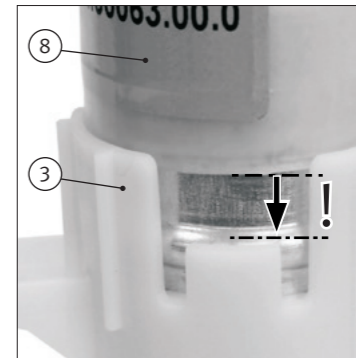
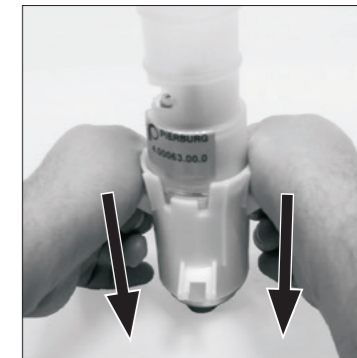

Abb. 5/ Fig. 5/ Puc. 5/ 图5
Abb. 6/ Fig. 6/ Puc. 6/ 图6
- 将放置的工具 (8) 压紧至泵上，直到工具紧贴泵周围的凸缘 (参见图 5)。
- 此时，工具 (8) 扩开支架 (3)。
- 将泵与工具从支架中一并拔出 (参见图 6)。